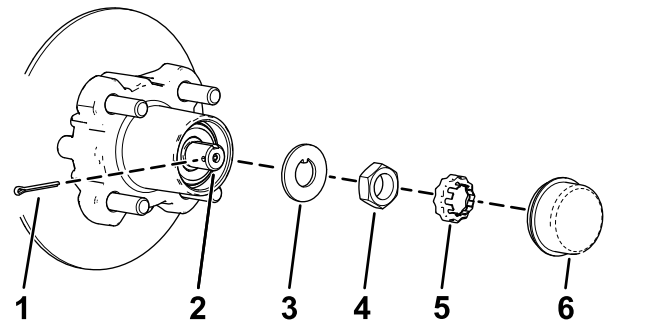
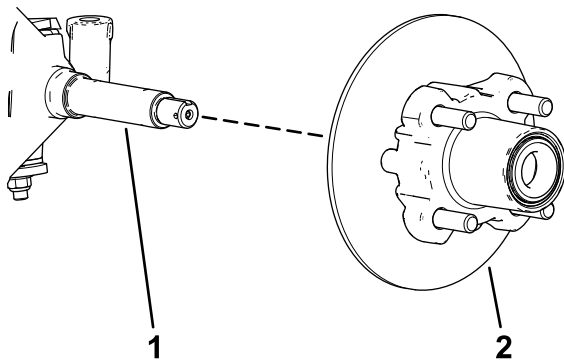

Figura 33
Figura 34
4. Retire o tampão antipoeira do cubo (Figura 33).
5. Retire o contrapino e o retentor da porca do eixo e porca do eixo (Figura 33).
6. Retire a porca do eixo do eixo e afaste o conjunto do cubo e o rotor do eixo (Figura 33 e Figura 34).